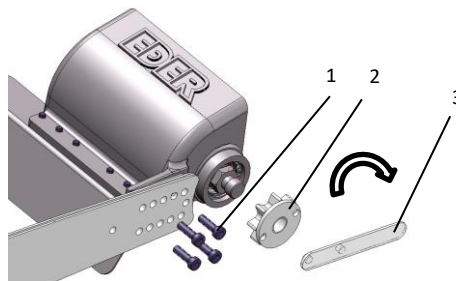

Fig. 2: Fest skrellehodet på holderen
- > Skru det aktuelle hodet fast med 4 M6x20 skruer (**1** - fig. 2). Kontroller skruene regelmessig for godt feste. Det aktuelle hodet kan skrues på i ulike posisjoner avhengig av motorsagmodellen. Den riktige påskruingsposisjonen finner du ved at drivkjeden kan spennes og etterspennes tilstrekkelig.
- > Skru drivritselen på huset (**2** – fig. 2) og trekk drivritselen god til med tappnøkkelen (**3** – fig. 2).